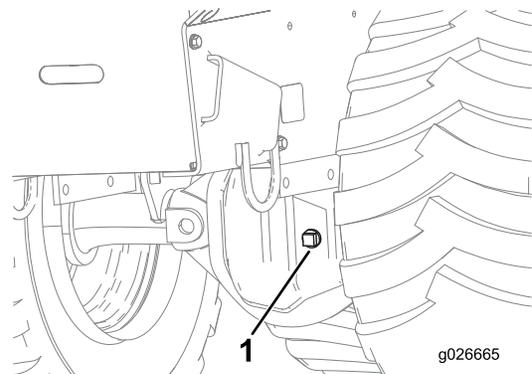

Figura 30
2. Retire el tapón de llenado del diferencial de uno de los ejes (Figura 30).